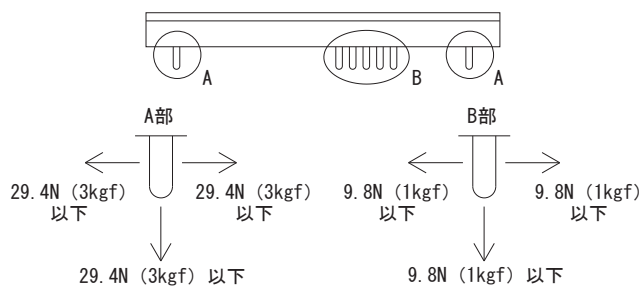

図 6.2 ピンへのストレス
- 電源の入・出力ピンに必要以上のストレスを加えると内部接続を断線させることがあります。図 6.2 に示すように、DCIN/DC OUT/RC1 ピン（A 部）は 29.4N（3kgf）以下、信号ピン（B 部）は 9.8N（1kgf）以下にしてください。